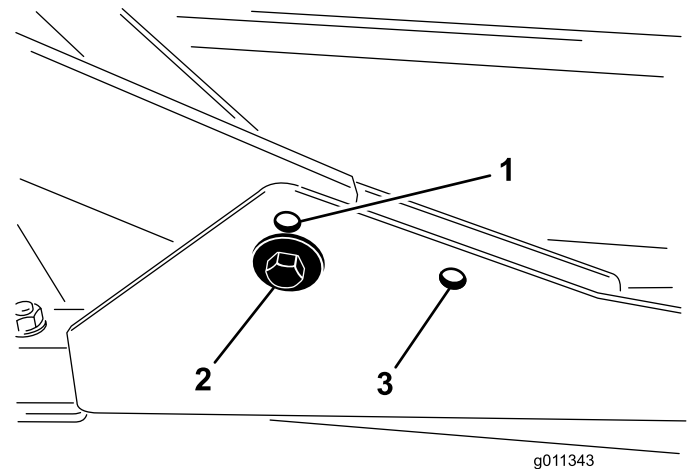

図 2
1. 刈り高設定を 20~76 mm として使用する場合には、前側の低い取り付け穴にキャリア・フレームを取り付けます (図 2)。
2. 刈り高設定を 63~102 mm として使用する場合には、前側の高い取り付け穴にキャリア・フレームを取り付けます (図 2)。
後Cutting・デッキは、刈り高に関係なく後側の取り付け穴を使って取り付けます (図 2)。